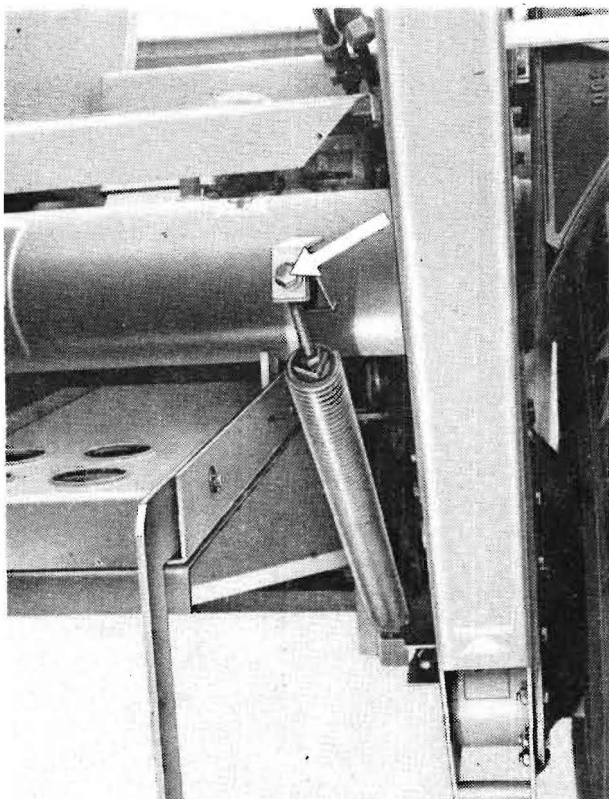

Bild 6/6 Befestigung der Zugfeder
9. Zugfeder zur Einstellung des Walzendruckes an vorgesehene Halter am Portal befestigen. Erforderlichen Walzendruck (siehe Diagramm Bild 6/7) durch Verstellen der Spanschrauben einstellen (Bild 6/6).